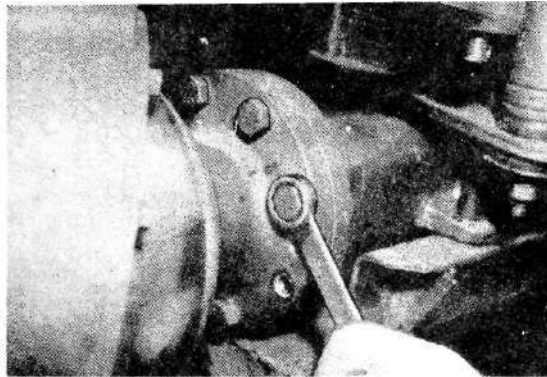

Bild 4-310
9. Befestigungsschrauben für Vorderachsträger am Vorderachsgehäuse abschrauben. (Bild 4-310)